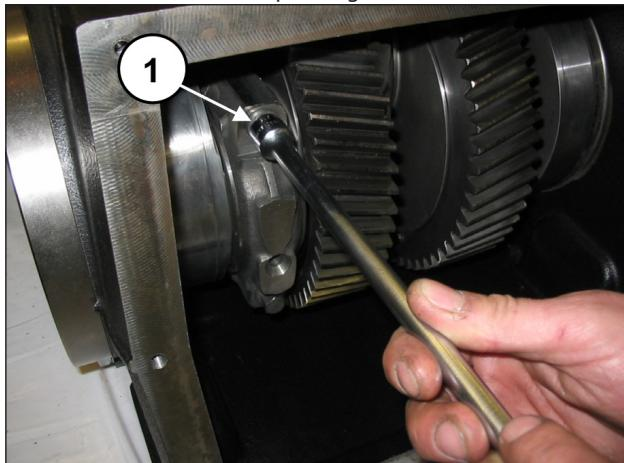

Fig. 17
Dévisser les vis de bielle (rep. ①, Fig. 17).